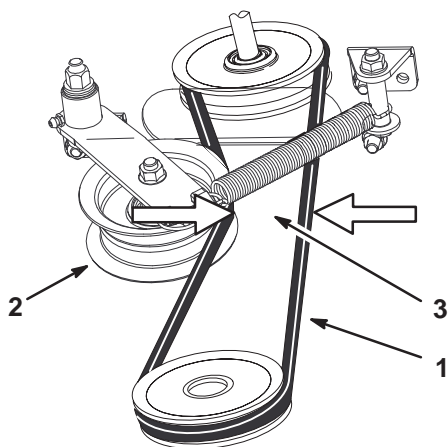

Figura 14
1. Con la correa del ensacador tensada, mida el espacio indicado en la Figura 14 en la polea tensora (Fig. 14). El espacio debe medir 1-3/4 a 2-1/8 pulgadas. Si el espacio no mide entre 1-3/4 y 2-1/8 pulgadas, vaya al paso siguiente.